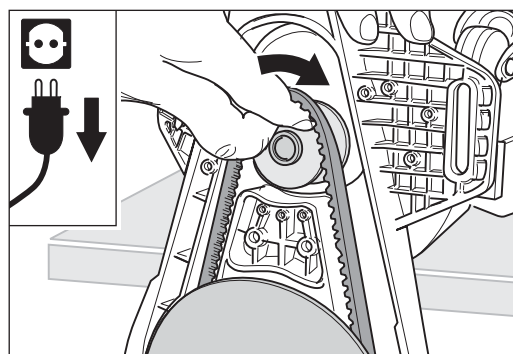

Abb. 41 Einsetzen des Keilriemens in die Motorriemenscheibe.
- 5 Schieben Sie den Vorsatz über die Motorriemenscheibe und setzen Sie den Keilriemen in die Motorriemenscheibe ein (Abb. 41).